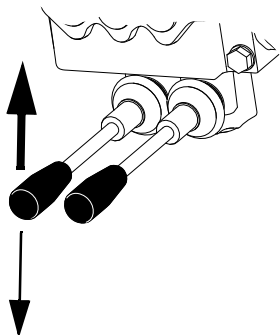

Figure 21.14
- 2 Spusťte plnicí šnek pohybem páky označené směrem nahoru, "Figure 21.14".